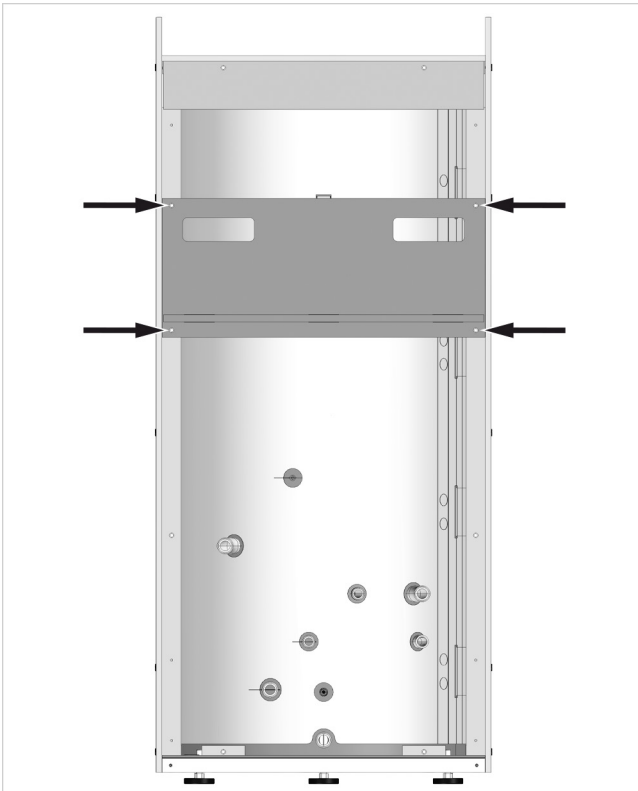

Fig. 6: Desmontar la plataforma de transporte
2. En el lugar de instalación, retire las tablas montadas en la parte frontal del acumulador como protección durante el transporte (véase → fig. 6, pág. 9). Retire las juntas tóricas que sirven de sujeción para separar las tablas.